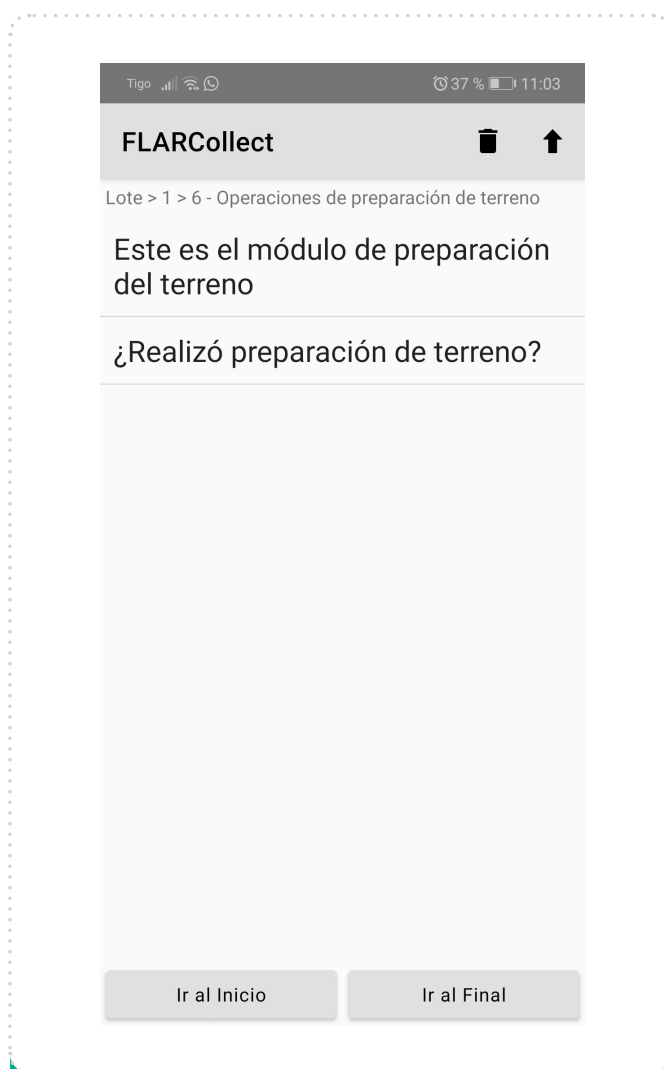

Figura 27. Preparación de terreno.
- 1 **Operaciones de preparación de terreno.** Debe seleccionar una opción entre: arado, gradajes, aplanamiento, entaipamiento, drenajes, rollo de cuchillo y nivelación laser. Si la actividad realizada no está listada, entonces se deberá elegir la opción otra y describir la misma [Figura 27].